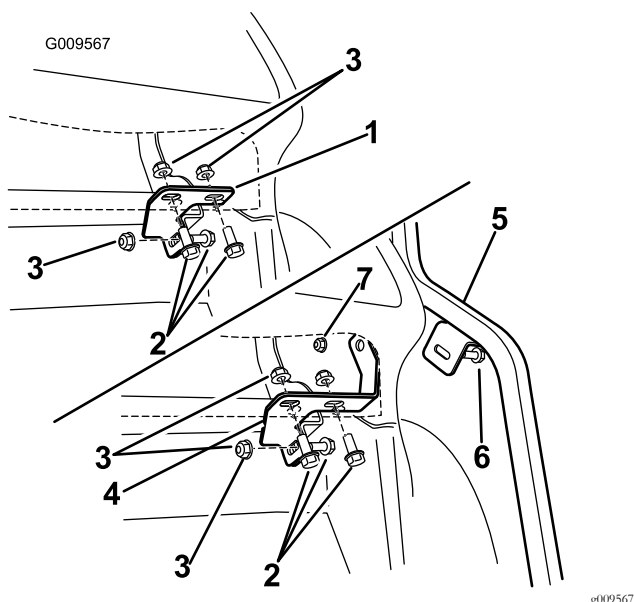

Bild 4
3. Ermitteln Sie die vorhandene Halterung, die am Querrohr und unter der rechten Seite des Armaturenbretts befestigt ist, und entfernen Sie die Halterung unter dem Armaturenbrett (Bild 4).
- A. Befestigen Sie die Armaturenbrettschraube (5/16" x 1") durch das vordere Stützrohr an der rechten Seite, das Armaturenbrett und die Armaturenbrett-Halterung (Bild 4).
- B. Bringen Sie die Bundmutter (5/16") lose an, um die Armaturenbrethalterung und das Stützrohr an der Maschine zu befestigen (Bild 4).
- C. Bringen Sie die restlichen Befestigungen, die Sie vorher entfernt haben, lose an, um die Armaturenbrethalterung am Querrohr und Rahmen zu befestigen (Bild 4).